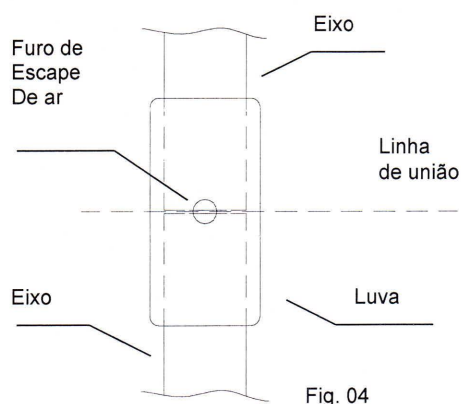

Fig. 04
**2 -** Acoplar ao eixo do corpo de bomba um eixo de transmissão através de uma luva de união (Fig. 05). **Sempre ao se rosquear os eixos numa luva de união deve-se passar graxa de cobre (Horrington – HERR RS-32, ou similar) nas roscas dos eixos, como também, é essencial que se tenha o cuidado de que os topos dos eixos fiquem unidos e que esta linha de união coincida com o escape de ar existente na luva de união dos eixos, conforme demonstra a Fig. 04 (recomenda-se verificar se os furos de escape de ar, existentes em todas as luvas de união, encontram-se desobstruídos). Proceder desta forma durante toda a montagem dos eixos.**